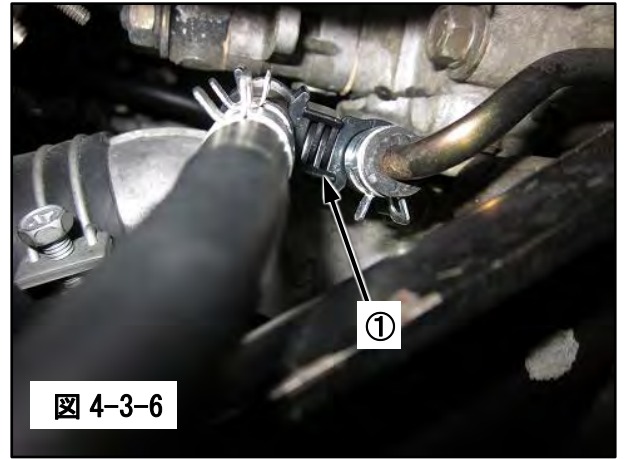

図 4-3-6
- (6) ①パイプクランプで、ホース(2本)を固定してください。(図 4-3-6)